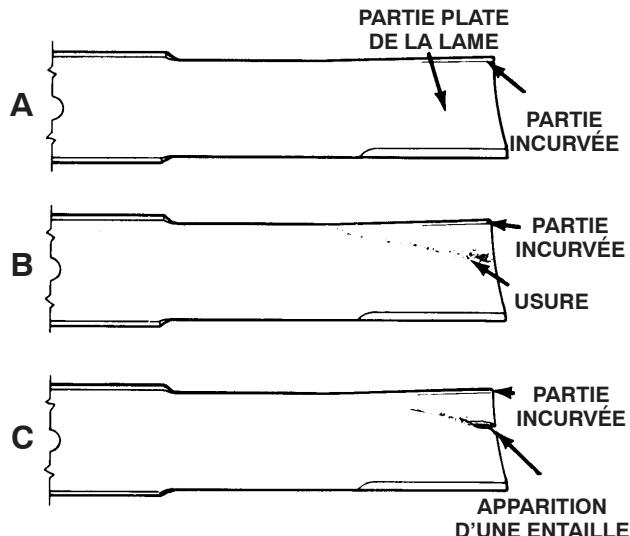

Figure 85
2. Examinez attentivement les tranchants de la lame, particulièrement au point de rencontre des parties plane et incurvée (Fig. 85-A). Le sable et les matières abrasives peuvent éroder le métal à cet endroit, c'est pourquoi il est important de contrôler l'état de la lame avant d'utiliser la tondeuse. Remplacez la lame si elle est usée (Fig. 85-B).